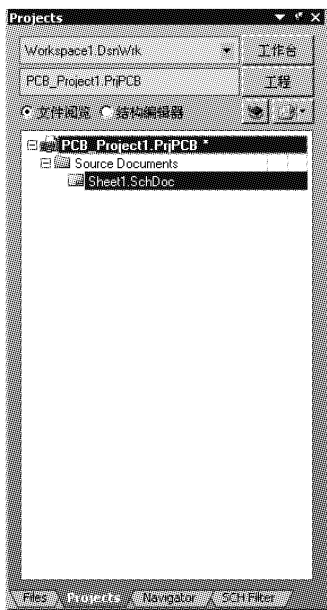

图 3-23 Projects(工程)面板
(1) Projects(工程)面板: 该面板如图 3-23 所示, 在该面板中列出了当前打开工程的文件列表以及所有的临时文件。在该面板中, 提供了所有有关工程的功能, 从而可以方便地打开、关闭和新建各种文件, 还可以在工程中导入文件、比较工程中的文件等。